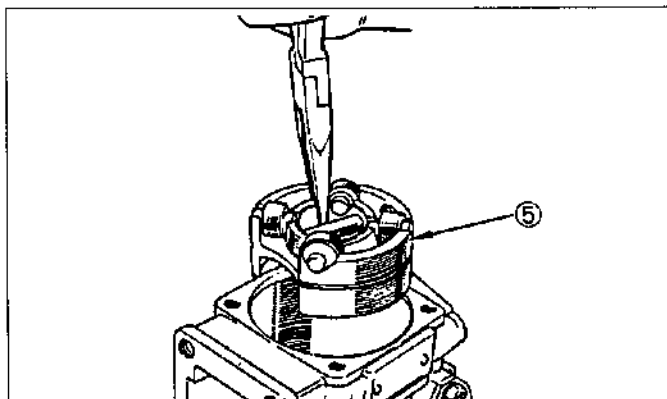

Figura.12-21 Extracción del anillo de rodillo
(3) Eleve el anillo de rodillo ⑤ recto hacia arriba para sacarlo de la bomba teniendo cuidado de no mover de lugar ninguno de los rodillos y pasadores. (Vea la figura.12-21)